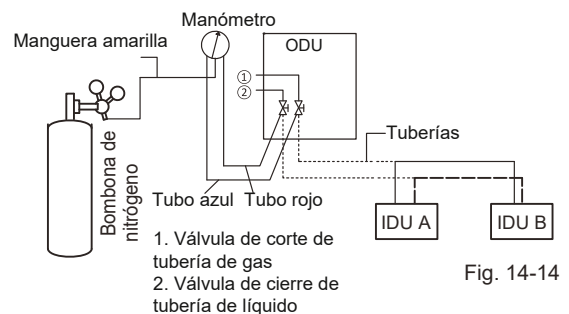

Fig. 14-14
4. Utilice tapones ciegos para bloquear todas las aberturas del lado del líquido (gas), excepto la abertura de la unidad interior más alejada de las unidades exteriores ("Unidad interior A" en Fig. 14-14).